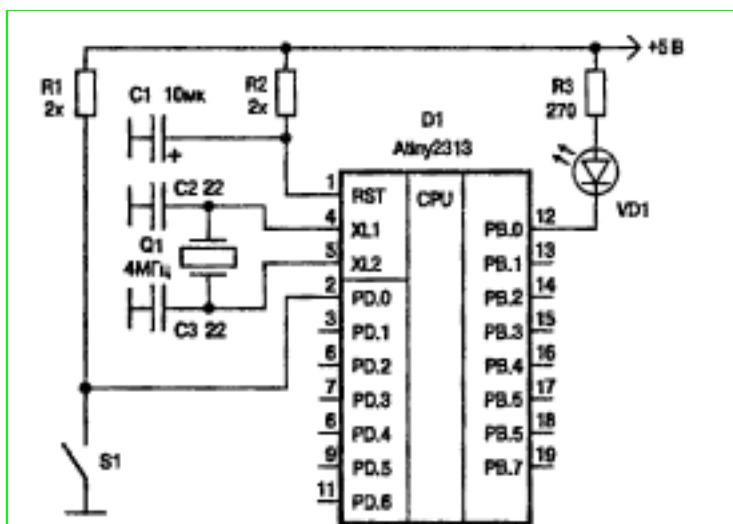

Рис. 1. Функциональная схема подключения светодиода и тумблера к МК
**Задание 1.** Согласно схеме на рис.1 и пояснениям, приведенным ниже, создайте проект в среде CodeVisionAVR для управления светодиодом при помощи тумблера и сохраните его в своей папке. Чтобы зажечь светодиод микроконтроллер должен подать на вывод PORTD.0 сигнал логического нуля.